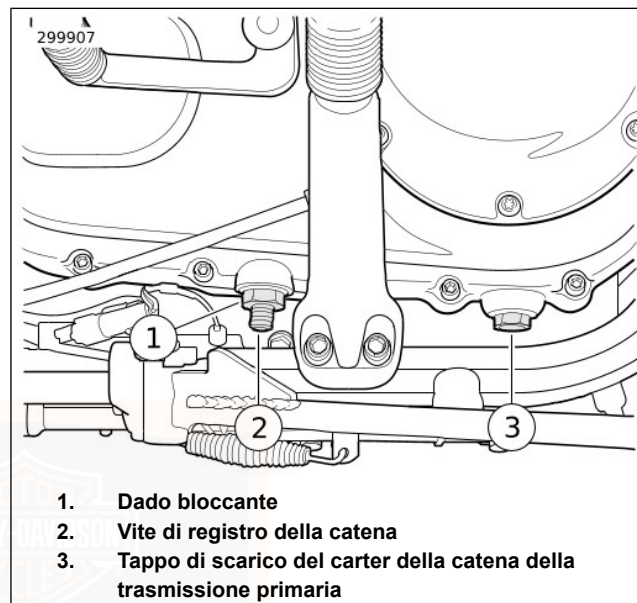

Figura 33. Registro della catena della trasmissione primaria: modelli Sportster 2007
4. Vedere Figura 33. Allentare il dado bloccante (1).
5. Girare in senso orario (verso l'interno) la vite di registrazione della catena (2) per ridurre il gioco libero o in senso antiorario (verso l'esterno) per aumentarla. Il gioco verticale deve essere compreso nei limiti specificati. Vedere Tabella 27.